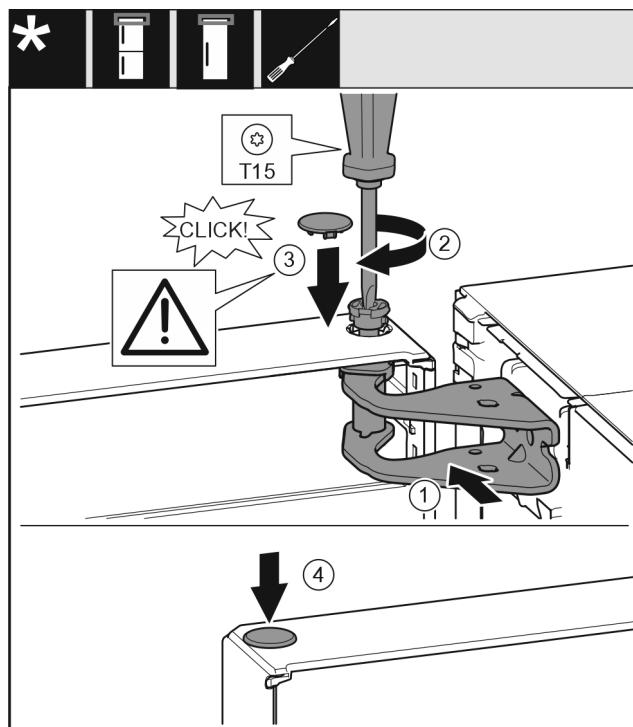

Fig. 23
- ▶ Tür oben zur Öffnung im Lagerbock *Fig. 23 (1)* ausrichten.
- ▶ Bolzen *Fig. 23 (2)* einsetzen und mit Schraubendreher festschrauben.
- ▶ Abdeckung Fig. 23 (3) einsetzen.
- ▶ Kontrollieren, dass die Abdeckung Fig. 23 (3) auf der Tür aufliegt.
- ▶ Abdeckung Fig. 23 (4) einsetzen.